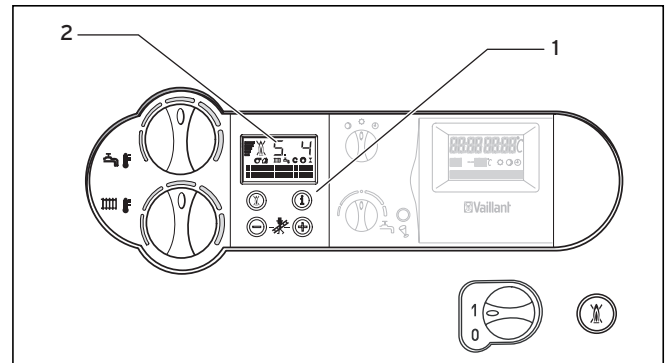

Abb. 6.10 Statusanzeigen
- Aktivieren Sie die Statusanzeigen durch Betätigen der Taste „i“ (1) (Abb. 6.10).
Im Display (2) (Abb. 6.10) erfolgt nun die Anzeige des jeweiligen Statuscodes, z. B. „S. 4“ für Brennerbetrieb. Die Bedeutung der wichtigsten Statuscodes können Sie aus der Tabelle 6.1 entnehmen.
- Schalten Sie das Display durch nochmaliges Drücken der Taste „i“ (1) (Abb. 6.10) wieder in den Normalmodus zurück.